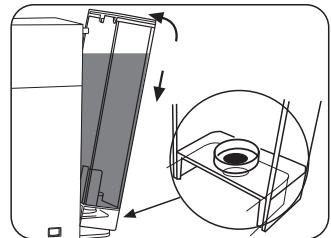

Fig.3
- Remettre le réservoir en l'inclinant légèrement et en l'appuyant sur la vanne d'eau. Appuyer sur la partie supérieure de la machine jusqu'à ce qu'un déclic se produise. Afin d'éviter les pertes d'eau, contrôler que le réservoir soit bien fixé (**Fig.3**)